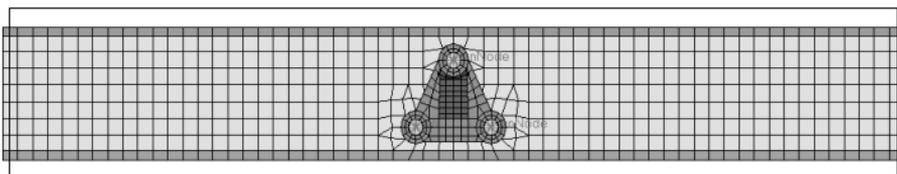

图 10-4 选择除 cradle 两端的节点
(1) 在工具栏中，单击 XZ Right Plane view () 按钮。
(2) 单击黄色的 nodes 按钮并选择 by window。
(3) 选择除 cradle 两端的节点，如图 10-4 所示。